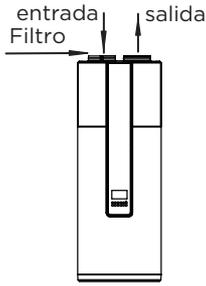

Imagen 3-15
- Instalación de filtro en la entrada de la unidad. En la unidad con conducto, el filtro se debe colocar en la posición de la entrada del conducto. (Imagen 3-15/3-16)